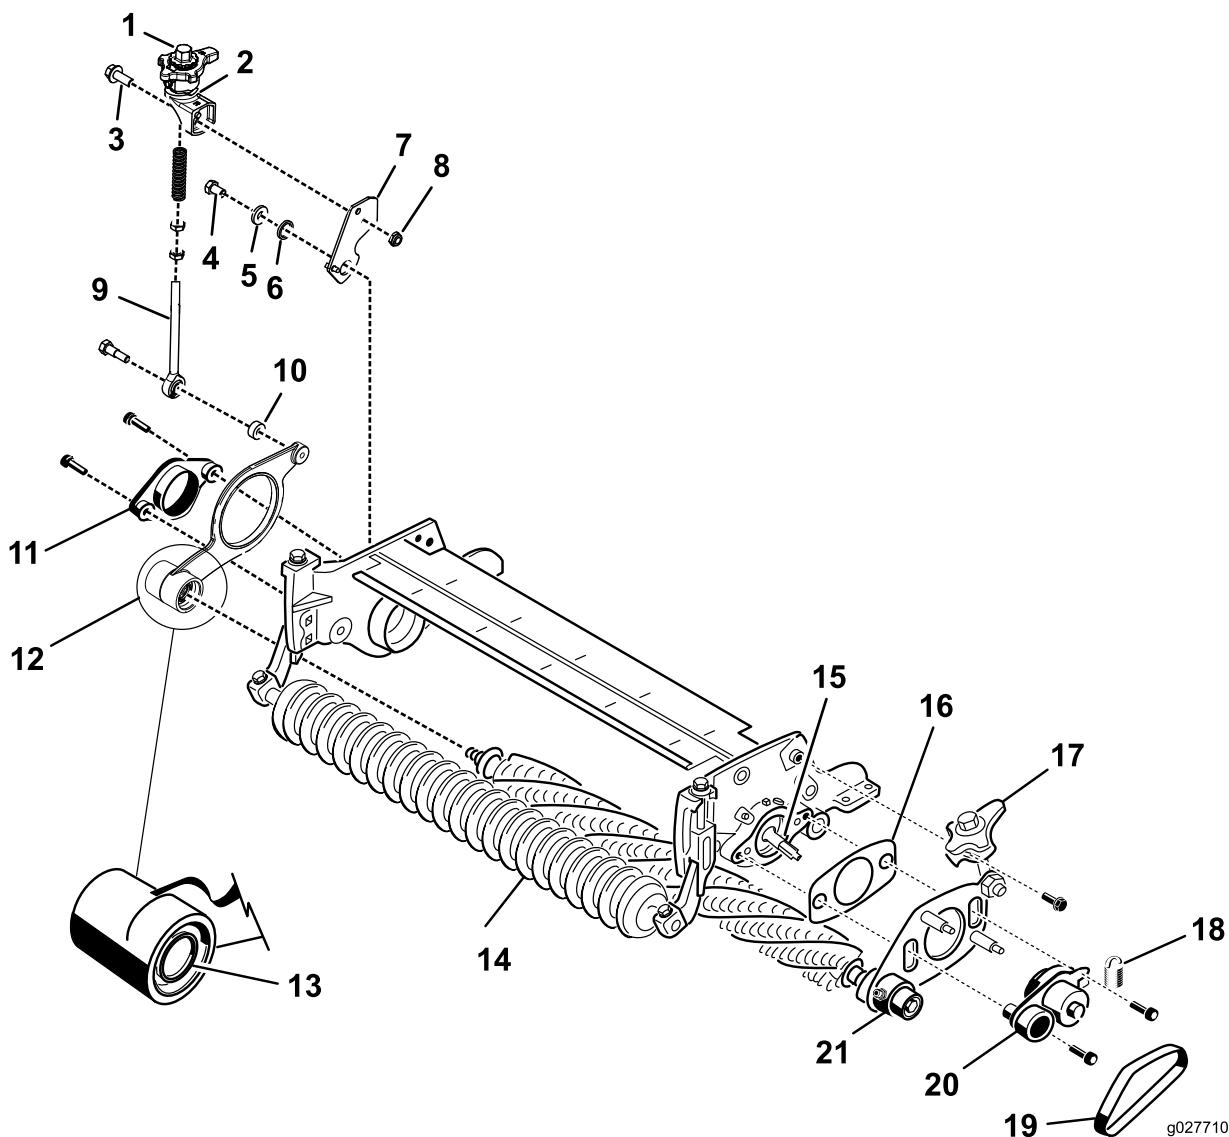

図 8
15. グルーマアセンブリの**非駆動側**に、グルーマプレートを取り付けるクイックアップレバーをグルーマシャフトアセンブリから離して取り付けること図8。
16. グルーマアセンブリの**駆動側**で、ピボットハブ、駆動側グルーマプレートクリックレバー付き、およびシムを、カッティングユニットのサイドプレートに取り付けるソケットヘッドねじ3/8 x 1インチ2本を使用する図8。
17. グルーマシャフトに非駆動側グルーマプレートを取り付ける図8。
18. カッティングユニットのサイドプレートに、非駆動側のピボットハブを固定するソケットヘッドねじ3/8 x 1インチ2本を使用する図8と図9。
19. 電動ハイブリッドモデルでは、リールモータ側のクイックアップアセンブリの組み付けは、**図 8**、**図 10**、および**図 11**に示すように行う。